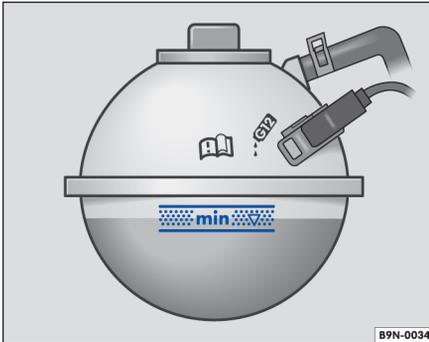

Fig. 156 En el vano motor: marca del depósito de expansión del líquido refrigerante del motor.
- Con el motor en frío, compruebe el nivel del líquido refrigerante en la marca lateral del depósito de expansión ⇒ fig. 156.
- El nivel del líquido refrigerante deberá encontrarse entre las marcas del depósito de expansión ⇒ fig. 156. **¡No rebase nunca el borde superior de la zona marcada** ⇒ ⓘ!
- Al añadir líquido refrigerante no se deberá rebasar el borde superior de la zona marcada ⇒ fig. 156. De lo contrario, al subir la temperatura el líquido sobrante es expulsado del sistema de refrigeración del motor y puede causar daños.